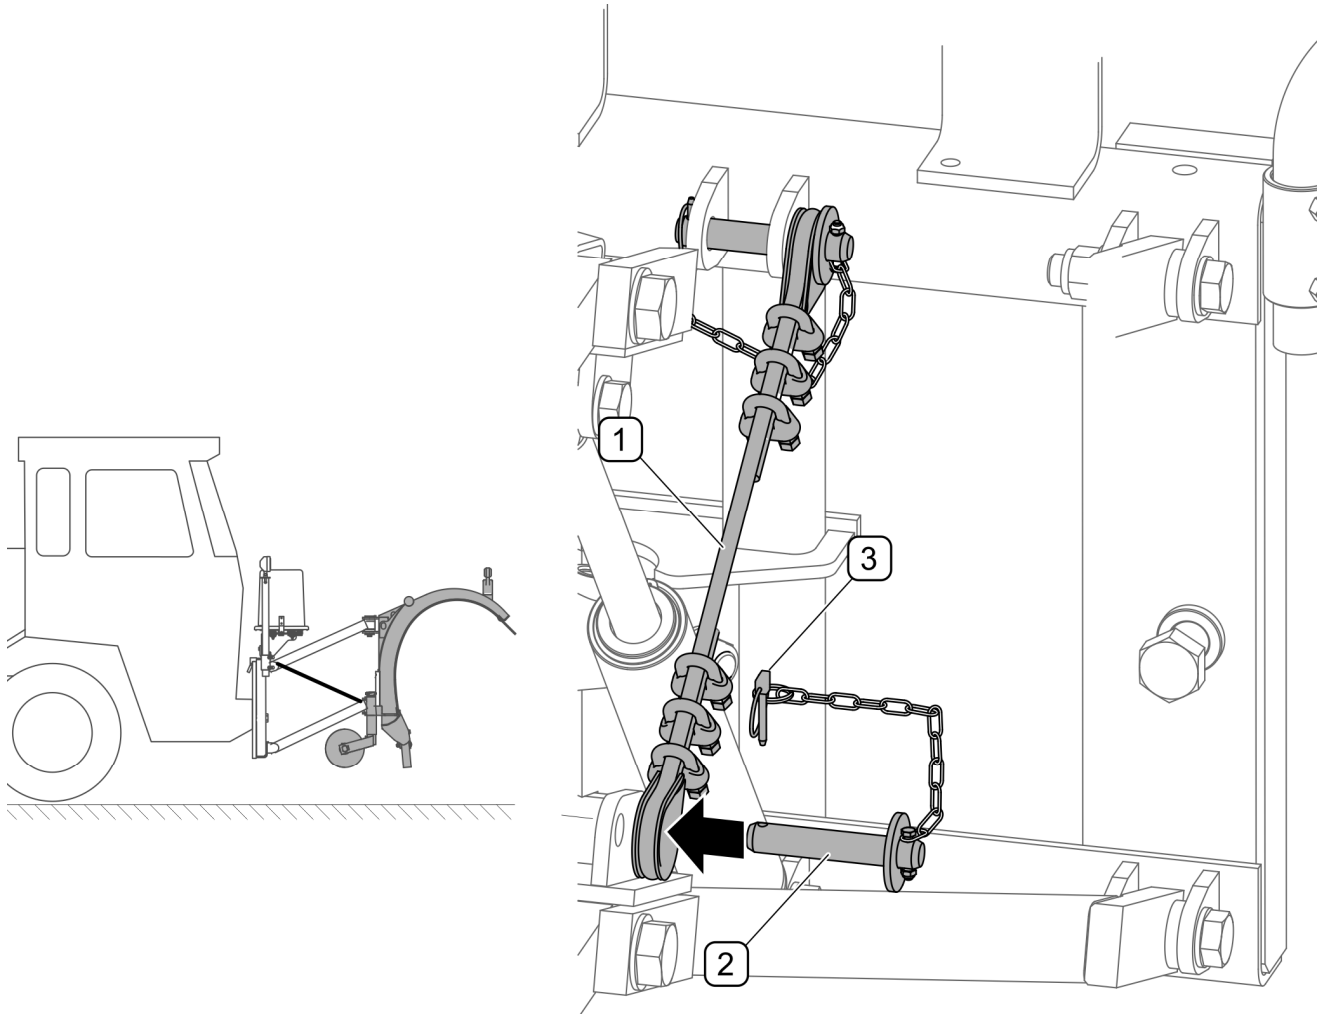

BILD 4.18 Einbau der Transportsicherung
- Sichern Sie während der Transportfahrt mit angehobenem Pflug die Aufhängung durch Anbringen der Transportsicherung gegen selbsttätiges Herabfallen und gegen unbeabsichtigtes Absenken (BILD 4.18).
Zur Sicherung der Aufhängung in der Transportstellung (BILD 4.18):